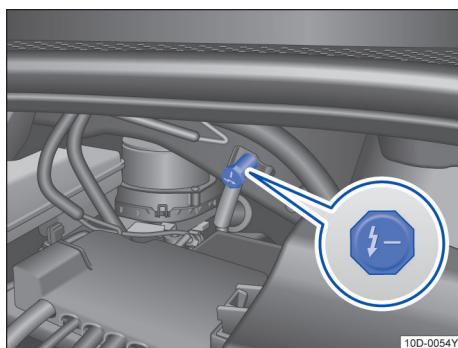

图 130 车身上的负极（接地点）
由于车辆的车身接地，原则上前舱内的车身螺栓连接点（没有绝缘漆面覆盖）均可作为应急启动的负极（接地端）。（图中位置仅作举例示意→图 130 ②）